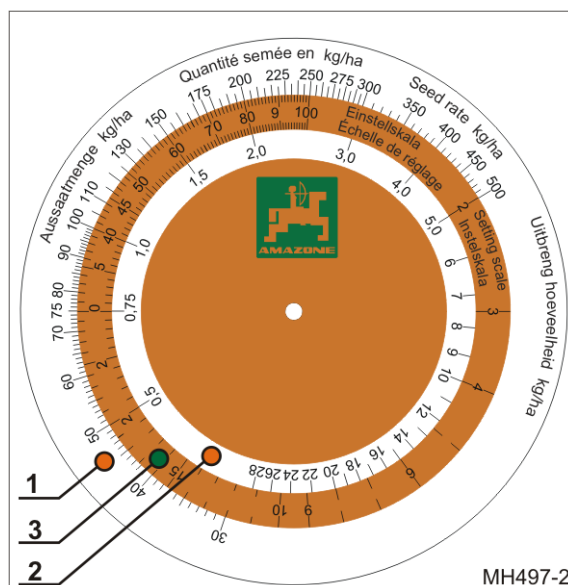

Bild 72
- en yttre vit skala (Bild 72/1) för alla spridningsmängder över 30 kg/ha
- en inre vit skala (Bild 72/2) för alla spridningsmängder under 30 kg/ha
- en färgskala (Bild 72/3) med alla växellägen från 1 till 100.